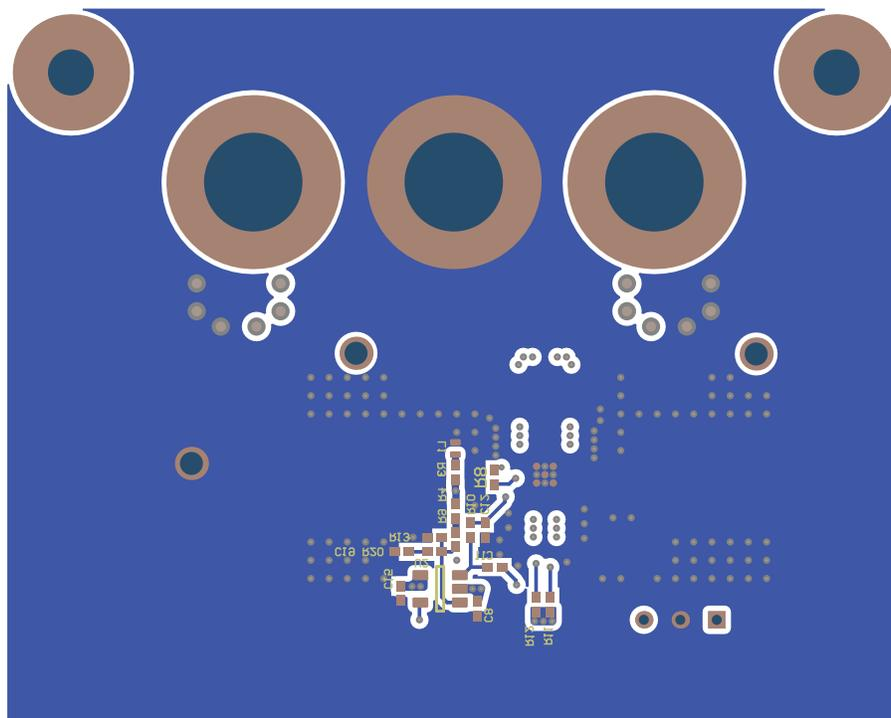

图 8-12. 布局示例：底层
- **高精度信号路径**：由精密运算放大器和分立式元件组成，信号路径可以调整和移动，以优先满足前述两点。在图 8-12 中，精密元件放置在 PCB 的另一侧，如 BUF802 所示。